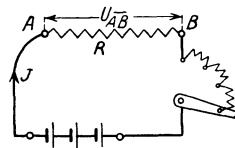

Abb. 6. Indirekte Widerstandsmessung.
47. Um den Widerstand eines Leiters  $\overline{AB}$  (Abb. 6) zu bestimmen, wird die Spannung zwischen den Punkten  $A$  und  $B$  und die durchfließende Stromstärke  $J$  gemessen. Wie groß ist hiernach der Widerstand zwischen  $A$  und  $B$ ?